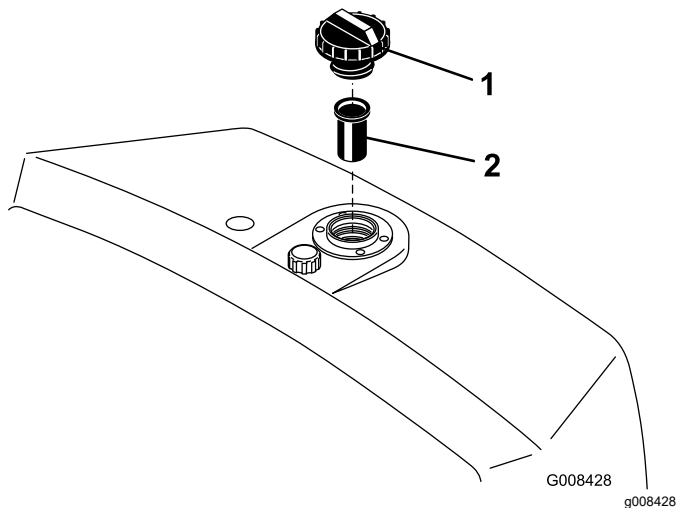

Figura 50
2. Togliete il tappo dal serbatoio e controllate il livello del fluido. Il fluido deve raggiungere la base del filtro presente nel collo del bocchettone di riempimento (Figura 50).